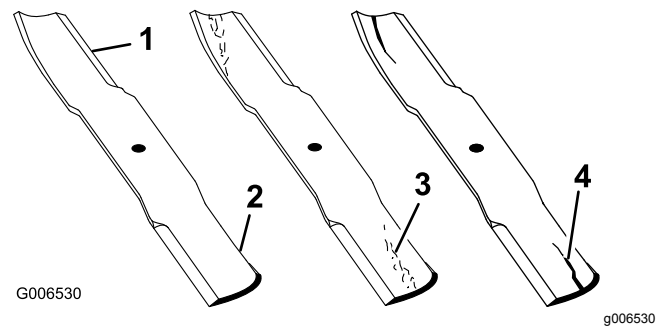

Bild 98
1. Untersuchen Sie die Schnittkanten (Bild 98).
4. Wenn Sie Risse, Verschleiß oder Rillenbildung in diesem Bereich feststellen, sollten Sie sofort ein neues Schnittmesser einbauen (Bild 98).